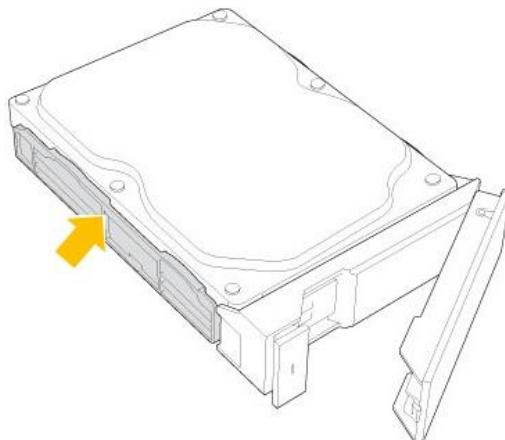

Рисунок 153 - Закрепите жесткий диск в лотке (четыре штырька)
4.3) Чтобы закрепить диск оставшимися двумя штырьками, отпустить левую сторону лотка (см. Рисунок 153).